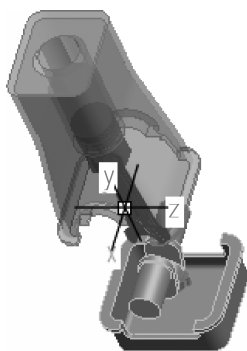

图 9-93 移动后的 con_rod
(9) 按照步骤 (6) ~ 步骤 (7) 将“con_rod.prt”向上移动到合适的位置，如图 9-93 所示。